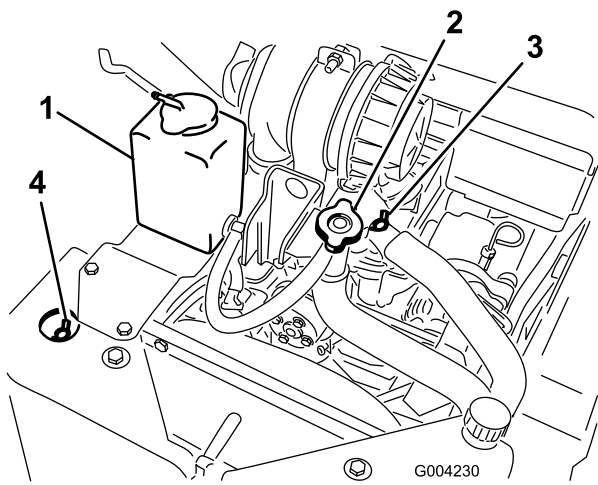

Figure 16
A. Enlevez le bouchon de remplissage (Figure 16).
- B. Ouvrez les soupapes de purge de liquide de refroidissement avant et supérieure (Figure 16).
- C. Versez du liquide de refroidissement dans le goulot de remplissage jusqu'à ce qu'il commence à sortir par la soupape de purge avant (Figure 16).
- D. Fermez la soupape de purge avant (Figure 16).
- E. Versez du liquide de refroidissement dans le goulot de remplissage jusqu'à ce qu'il commence à sortir par la soupape de purge supérieure (Figure 16).
- F. Fermez la soupape de purge supérieure (Figure 16).
- G. Versez du liquide de refroidissement dans le goulot de remplissage jusqu'à ce qu'il monte dans le goulot (Figure 16).
- H. Remettez le bouchon de remplissage (Figure 16).
- I. Ajoutez du liquide de refroidissement dans le vase d'expansion jusqu'à ce qu'il atteigne le trait du plein sur le côté du vase (Figure 16).